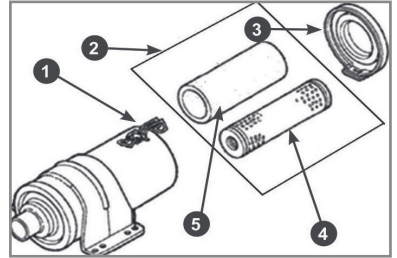

Рис. 14 Обслуживание воздушного фильтра
1. Отстегните защелку 1 и снимите крышку 3 воздушного фильтра (Рис. 14).
2. Извлеките воздушный фильтр 2 в сборе (Рис. 14).
3. Проверьте целостность и чистоту фильтрующих элементов. Поролоновый (предварительный) фильтрующий элемент 5 установлен на корпусе бумажного (основного) фильтрующего элемента 4 (Рис. 14).
**ВНИМАНИЕ!** Бумажный фильтрующий элемент 4 (Рис. 14) не подлежит очистке, необходима его замена. Не продувайте его новой бумажный фильтрующий элемент сжатым воздухом, не промывайте его в бензине и других растворителях. Эксплуатация двигателя с грязными или поврежденными фильтрующими элементами, или без фильтрующих элементов приводит к попаданию грязи и пыли в карбюратор и двигатель, что в свою очередь, станет причиной его быстрого износа. Двигатель в этом случае не подлежит ремонту по гарантии.